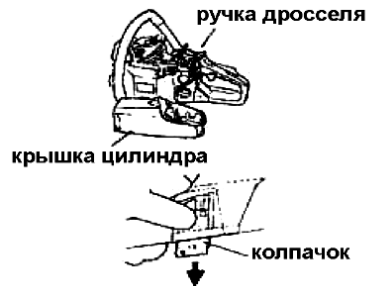

Рис.10
4. Нажмите пальцем на колпачок справа от крышки цилиндра и снимите его (рис.10).